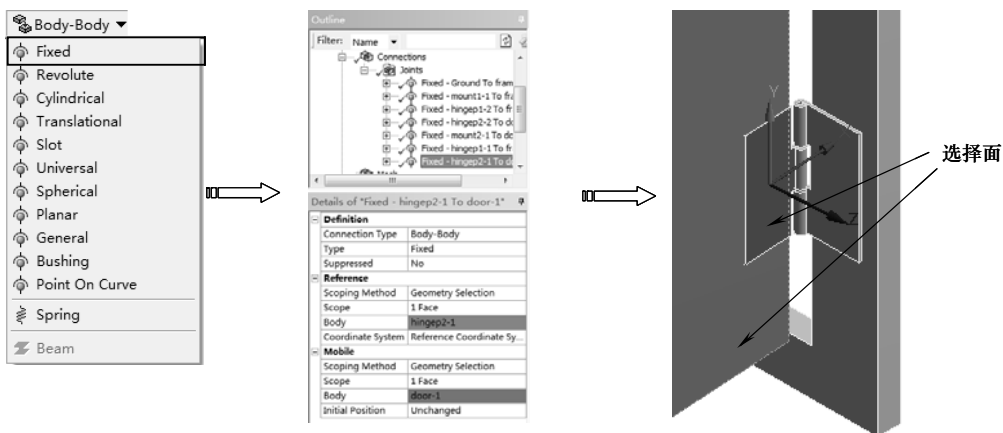

图 10-85 刚体固定
8) 单击【Connections】工具栏上的【Body-Body】|【Fixed】命令，分析树中增加【Fix-No Selection To No Selection】节点。分别选择如图 10-85 所示的表面，单击详细设置窗口中的【Reference】和【Mobile】列表中【Body】下的【Apply】按钮完成。